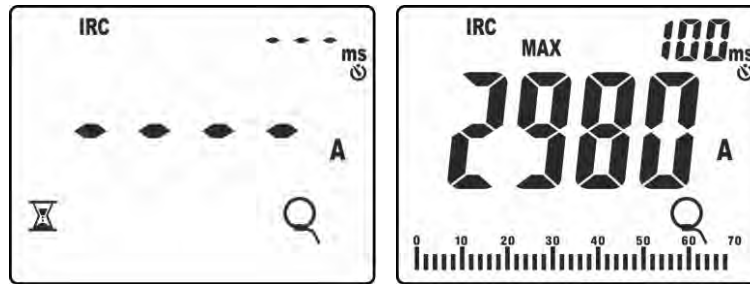

Abb. 41: Ermittlung Ereignis Anlaufstrom
8. Drücken Sie die Taste **GO/HOLD** zum Starten der Funktion. Das Gerät wartet auf die Ermittlung des Ereignisses (gemessener Wert höher als die festgestellte Trigger-Grenze gleich **1%FS Zange: z.B. 30A für FS = 3000A**) und zeigt das Symbol “X” im Display (siehe Abb. 41 – linke Seite).
9. Bei der Ermittlung eines Ereignisses **hält die Messung automatisch an** und das Gerät zeigt im Hauptdisplay den Wert **Max RMS** kalkuliert in einer Bewertungszeit von **100ms** (Werkseinstellung), wird im sekundären Display angezeigt (siehe Abb. 41 – rechte Seite).